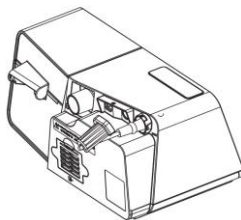

Fig. 12-5
- (1) Conectați dispozitivul la sursa de alimentare în conformitate cu *12.3 Conectarea la sursa de alimentare*.
- (2) Fixați capătul îngust al dispozitivului de blocare a cablului de alimentare la cablul adaptorului de alimentare, așa cum se arată în Fig. 12-5.